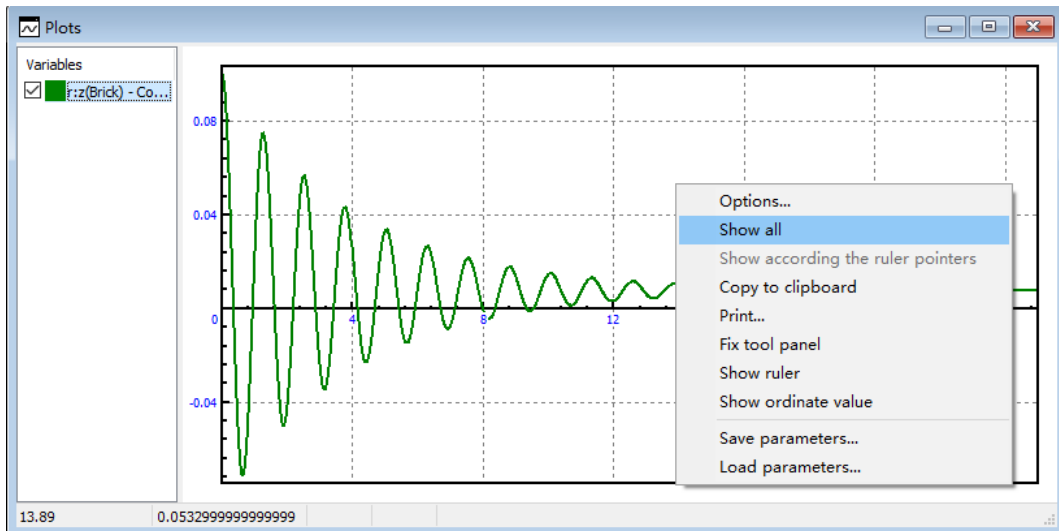

图 2.21 绘图窗口的结果
11. 在绘图窗口点右键，选择菜单 **Show all**，可以显示整个曲线，如图 2.21 所示；也可以将光标指向绘图窗口顶部，此时隐藏的工具栏会自动显示，单击其中的  按钮。